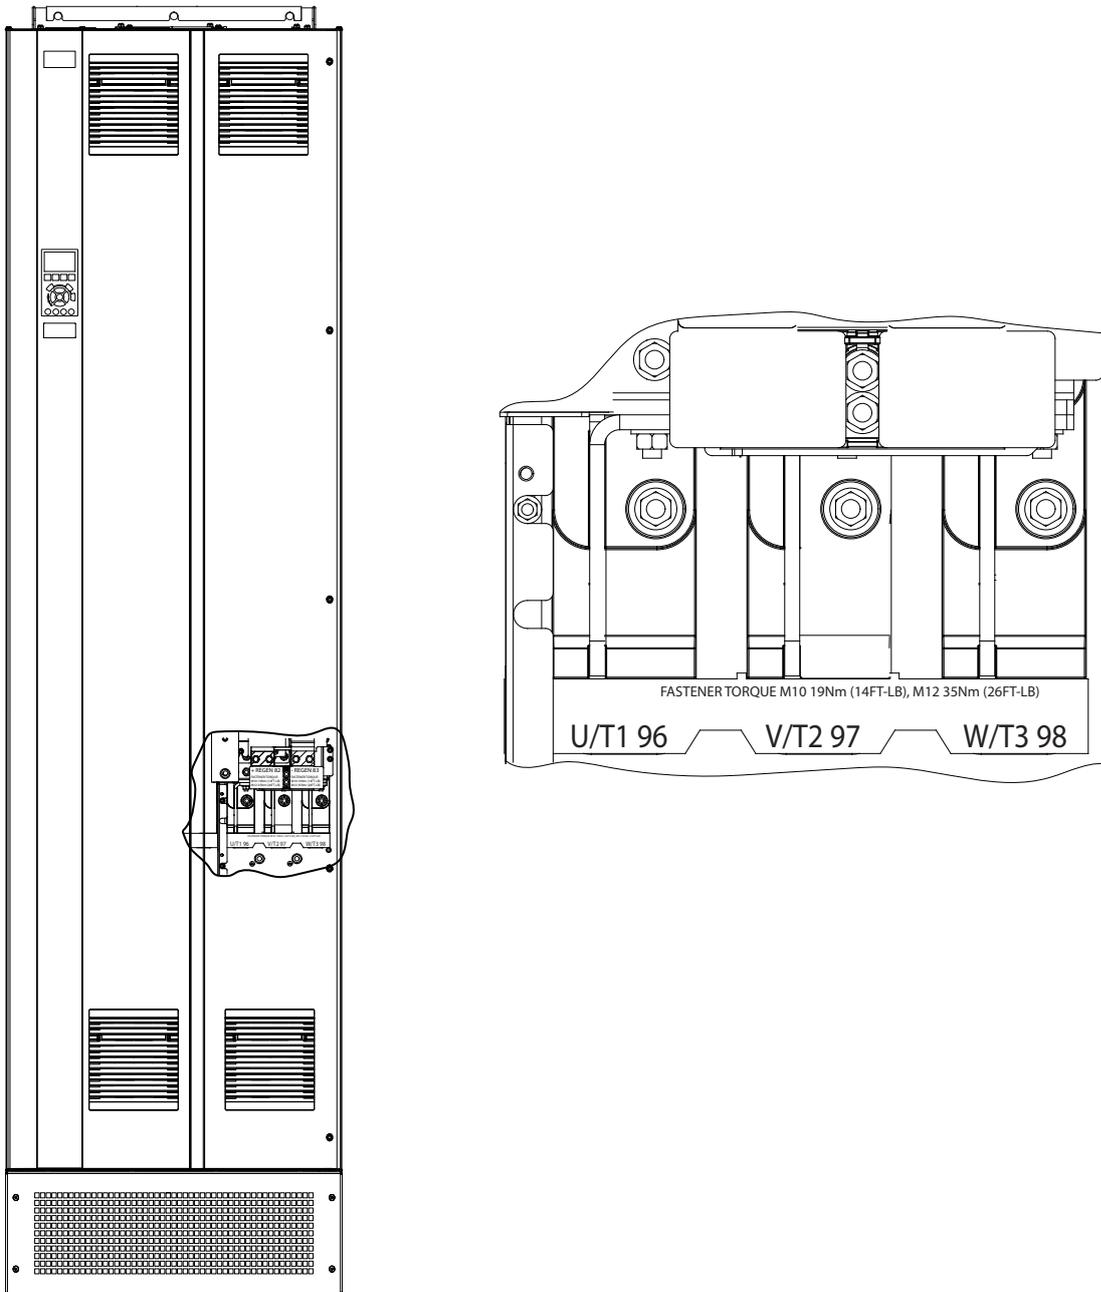

Abbildung 5.3 Motorklemmen (E1h abgebildet). Siehe Kapitel 5.7 Klemmenabmessungen für eine Detailansicht der Klemmen
4. Schließen Sie die 3 Phasen des Motorkabels an die Klemmen 96 (U), 97 (V) und 98 (W) an (siehe *Abbildung 5.3*).